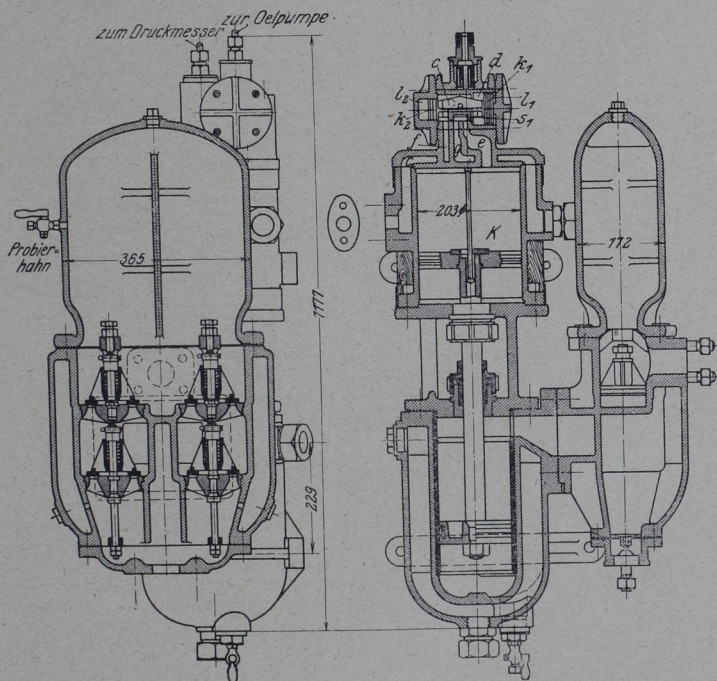

Abb. 134. Speisewasserpumpe Bauart „Knorr“.
a) Deutsche Bauart „Knorr“ (Abb. 134).
Die Dampfsteuerung wirkt mittelbar. Sie ist gekennzeichnet durch zwei Steuerungsorgane, einen Hauptschieber, der den Dampf-Ein- und -Austritt in bzw. aus dem Dampfzylinder regelt, und einen unmittelbar vom Dampfkolben betätigten Umsteuerungsschieber, der seinerseits die Steuerbewegungen des Hauptschiebers überwacht. Die Steuerung ist in dem oberen Deckel des Dampfzylinders untergebracht, der Hauptschieber in wagerechter Lage, der Umsteuerungsschieber senkrecht in der Achse der beiden Zylinder. Der Hauptschieber ist ein mit einem Differentialkolbensatz k_1 , k_2 verbundener Flachschieber s_1 , der Umsteuerungsschieber ein Rundschieber. Im Betrieb steht der Raum d zwischen den beiden Kolben k_1 und k_2 durch den Dampftrittskanal c ständig unter Kesseldruck, der Raum l_2 ständig unter Atmosphärendruck, der Raum l_1 dagegen wird durch Vermittlung des Umsteuerungsschiebers abwechselnd mit Frischdampf gefüllt oder mit der Außenluft verbunden. Der im ersten Falle sich ergebende Überdruck wirkt den Differentialkolbensatz mit dem Flachschieber s_1 in die linke (vgl. Abb. 134) bzw. rechte Endstellung, in der der obere Zylinderraum durch den Kanal e mit Frischdampf beaufschlagt, der untere durch die Kanäle f und g entlüftet wird. Der Dampfkolben K geht abwärts. Im anderen Falle ist der Überdruck nach rechts bzw. links gerichtet; der Hauptschieber nimmt die aus der Abbildung ersichtliche Endstellung ein, der Kesseldampf strömt durch f unter den Arbeitskolben K , der verbrauchte Dampf durch e und g ins Freie, der Kolben K geht aufwärts. Die wechselweise Beaufschlagung des Raumes l_1 mit Frischdampf und Außenluft vermittelt der Umsteuerungsschieber. Seine Bewegung erfolgt durch Anschläge, die gegen das Hubende des Kolbens K in Wirksamkeit treten. Die Arbeitsweise der Pumpen ist die übliche der doppeltwirkenden Wasserpumpen.